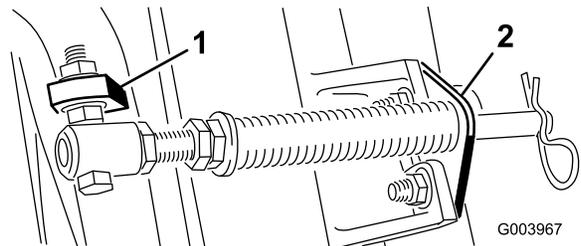
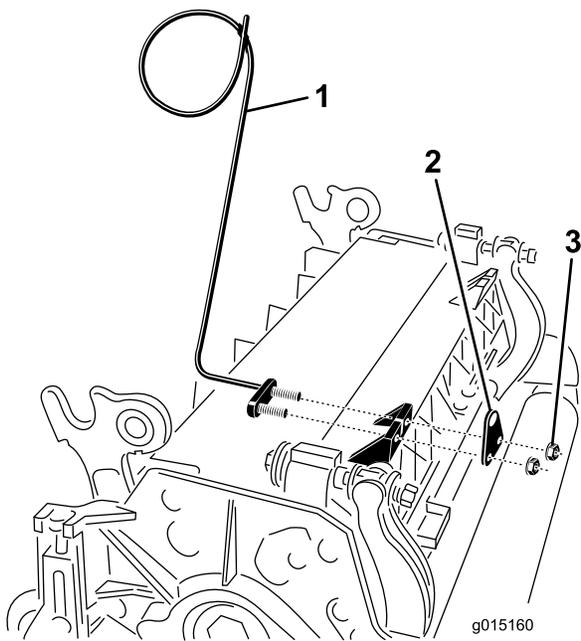

Bild 10
Bild 12
- C. Montieren Sie die Schraube des Federrohrs an der anderen Lasche am Trägerrahmen und befestigen Sie sie mit der Bundmutter. Der Schraubenkopf zeigt zur Außenseite der Lasche, siehe Bild 10.
- D. Montieren Sie die Stangenhalterung mit den Schlossschrauben und Muttern an den Mähwerklaschen (Bild 10). Am Mähwerk Nr. 4 (vorne links) müssen Sie auch die linke Schlauchführung vorne an den Mähwerklaschen befestigen, wenn Sie die Stangenhalterung wieder einbauen (Bild 12).